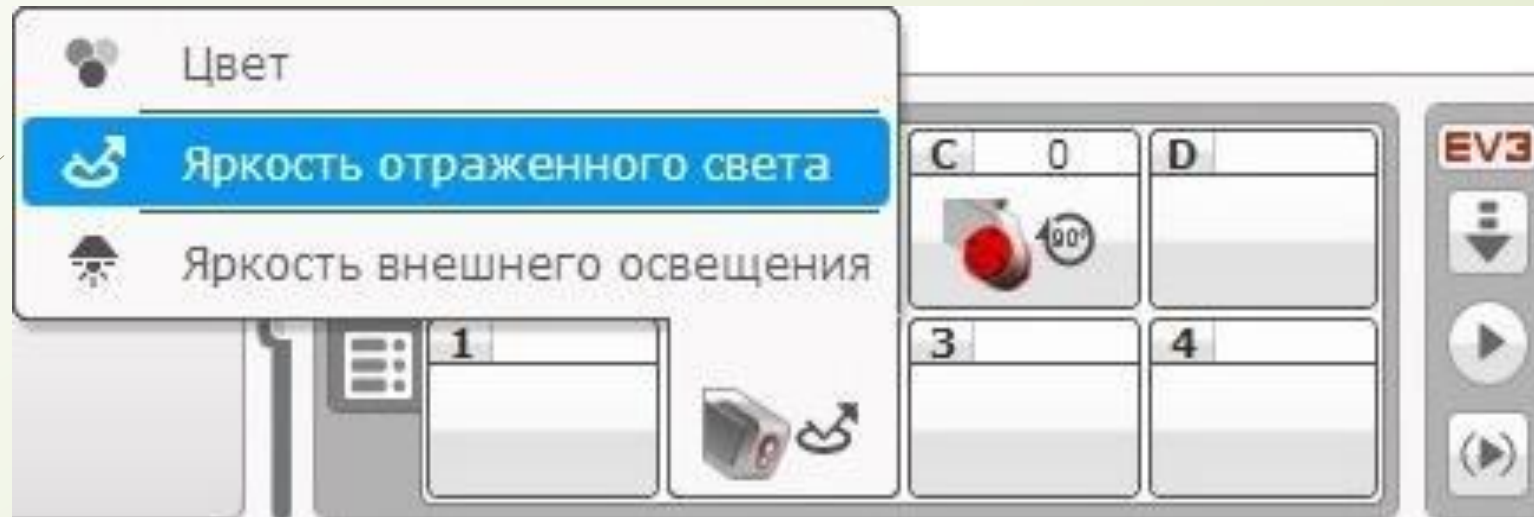

Рис. 11
- Для выбора варианта отображения показаний датчиков необходимо нажать на изображение датчика и выбрать нужный режим (**Рис. 11**)